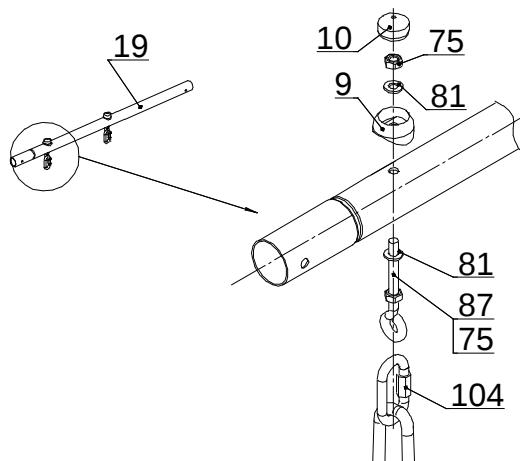

Рис.4
10.3.3 Собрать балку для качелей с анкерами (рис.4). Внимание! См. п.13.2 (Замена анкера и карабина при износе до 4-х мм).